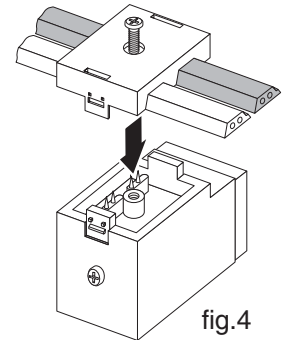
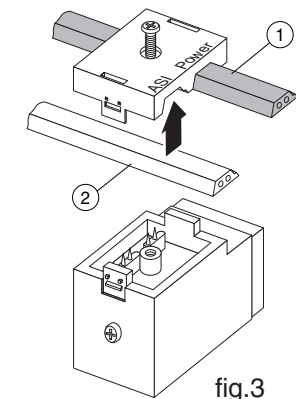

fig.4
fig.3
- Placer les câbles dans les logements du couvercle (fig.3) suivant les repères gravés sur la partie supérieure
- câble noir ① sous l'inscription «POWER»
- câble jaune ② sous l'inscription «ASinterface»
- Remonter le couvercle sur le connecteur (fig.4) en respectant le sens de montage (largeur différente des pattes latérales)